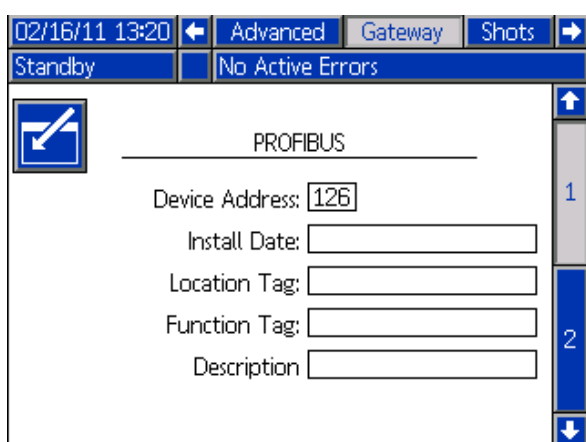

FIG. 4: Ejemplo de pantalla de bus de campo
2. Pulse la tecla de flecha izquierda una vez para desplazarse hasta la pantalla principal de la puerta de enlace. Vea la FIG. 4.